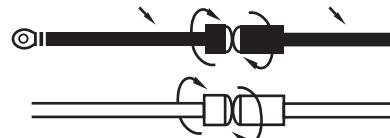

Fig. 4
- 200 4R Installation. Remove the two studs and nuts from the 200 4R hardware package. Screw the two studs into the case as in Figure 4 and tighten firmly with a wrench, DO NOT USE AN IMPACT WRENCH. Insert the new solenoid into the transmission in the normal method until it comes to rest on the top of the studs, Figure 5. Use the nuts furnished to tighten the solenoid in place. If this is a one-wire system, be sure to attach the black pigtail wire to a convenient valve body bolt as a ground.
- Retirer les deux goujons et écrous du sac contenant la quincaillerie du 200 4R. Visser les deux goujons dans le boîtier, comme montré à la figure 4, puis serrer fermement avec une clé. NE PAS UTILISER DE CLÉ À PERCUSSION. Insérer le nouveau solénoid dans la transmission, selon la méthode courante, jusqu'à ce qu'il soit fermement calé contre le dessus des goujons (figure 5). Utiliser les écrous fournis pour serrer le solénoid en place. S'il s'agit d'un système à un seul fil, s'assurer d'attacher le fil noir torsadé à un boulon de boîtier de soupape qui servira de prise de masse.